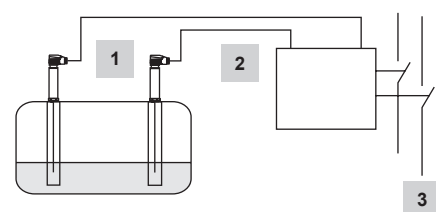

Fig. 9
- Fig. 9** Association de 1 sonde de niveau LP40 et de 1 limiteur de niveau LCS3050 en qualité de limiteur de niveau d'eau et de 1 sonde de niveau LP40/1 limiteur de niveau LCS3050 en qualité de première alarme de niveau bas. Sécurité opérationnelle IEC 61508 SIL 3.